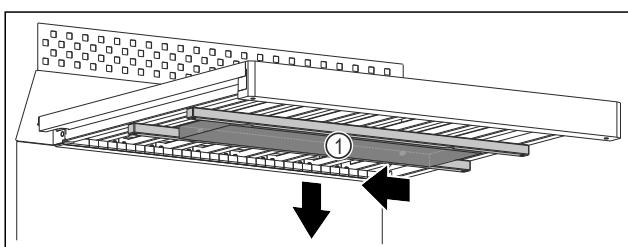

Fig. 106
- Сдвиньте водяной блок Fig. 106 (1) влево.
- Извлеките водяной блок Fig. 106 (1) по направлению вниз.